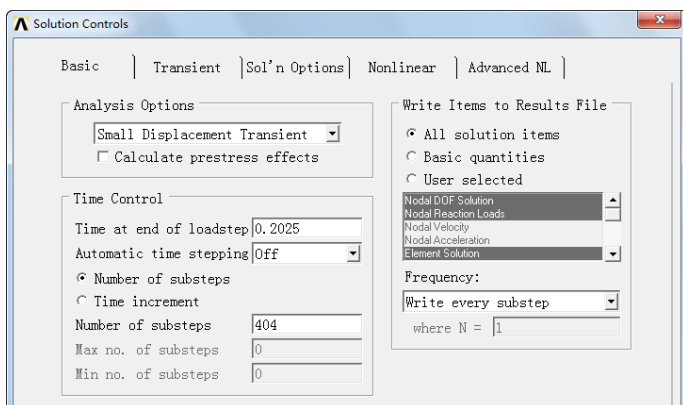
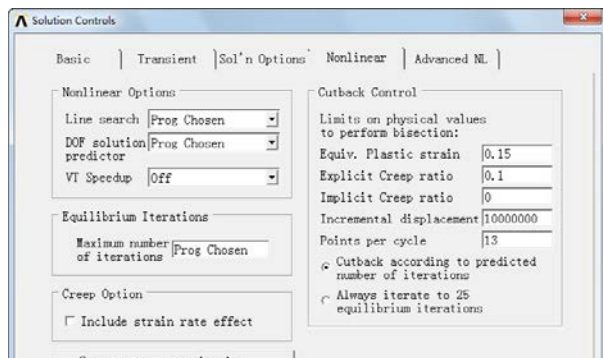
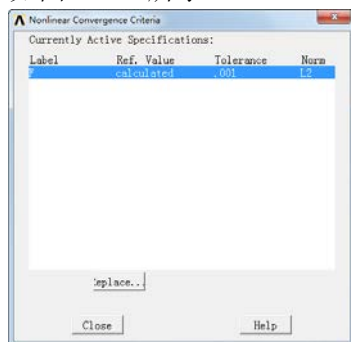
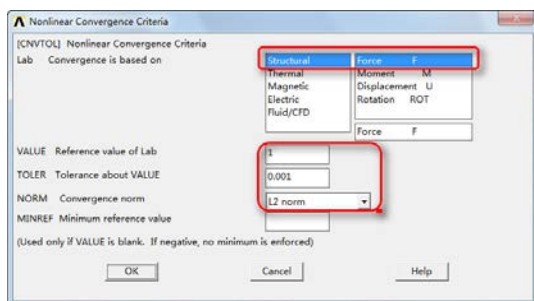

图 12-20 “Solution Controls”对话框 (Basic 项)
图 12-21 “Solution Controls”对话框 (Nonlinear 项)
图 12-22 “Nonlinear Convergence Criteria”工具框
图 12-23 “Nonlinear Convergence Criteria”对话框
“Solution Controls”对话框(求解控制器),如图 12-20 所示,在“Time at end of loadstep”文本框中输入 0.2025,在“Automatic time stepping”下拉列表中选择“Off”,在“Time controls”下面单击选择“Number of substeps”,在“Number of substeps”文本框中输入 404,在“Write items to results file”下面单击选择“All solution items”,在“Frequency”下拉列表中选择“Write every substeps”。
③在图 12-20 所示的对话框中,单击“Nonlinear”标签,弹出“Nonlinear”选项卡如图 12-21 所示。
④在“Nonlinear”选项卡中单击“Set convergence criteria”按钮，弹出“Nonlinear Convergence Criteria”工具框，如图 12-22 所示。
⑤单击“Replace”按钮，弹出“Nonlinear Convergence Criteria”对话框，如图 12-23 所示，在“Lab Convergence is based on”右面的第一列表框中单击选择“Structural”，在第二列表框中单击选择“Force F”，在“VALUE Reference value of lab”文本框中输入 1，在“TOLER Tolerance about VALUE”文本框中输入“0.001”，单击“OK”按钮接受其他默认设置，返回到图 12-22 所示的工具框，单击“Close”按钮，返回到图 12-21 所示的选项卡，单击“OK”按钮。